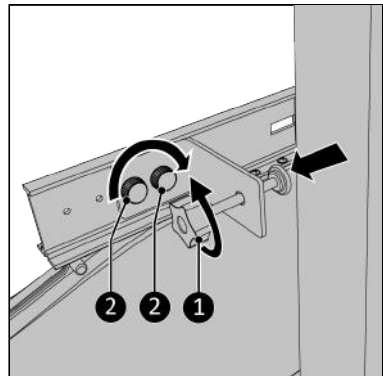

Figure 186.
12. Resserrez complètement la vis de fixation (Figure 186, pos. 1).
15. Vissez le support de fixation sur le rail principal au moyen des deux vis à bouton (Figure 186, pos. 2).